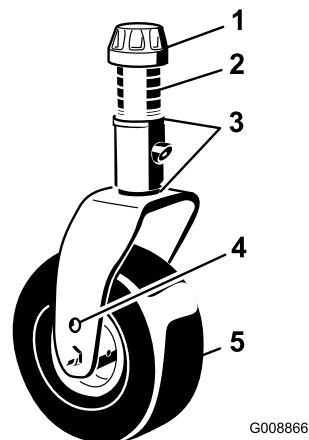

Figure 81
1. Enlevez le chapeau de tension de l'axe de pivot et sortez l'axe du bras pivotant (Figure 81).